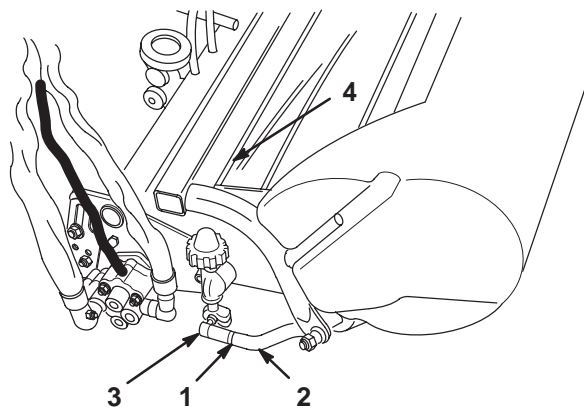

Figure 11
- Montez les paniers sur les bâtis de traction, desserrez les contre-écrous des bras de traction et réglez les rotules pour obtenir un espace de 6,4 à 12,7 mm entre le bord du panier et les lames du cylindre (Fig. 11).
- Alignez les boîtes des rotules de sorte que le côté ouvert soit centré vers la sphère. Serrez les contre-écrous pour fixer les boîtes de rotules en position (Fig. 11).